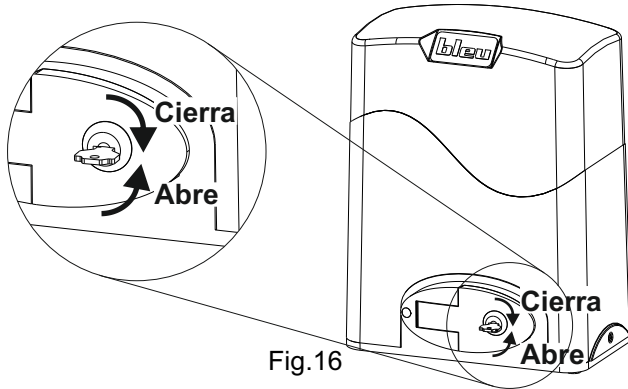

Fig.16
- Insertar la llave y girarla en sentido antihorario 90° (Fig. 16).